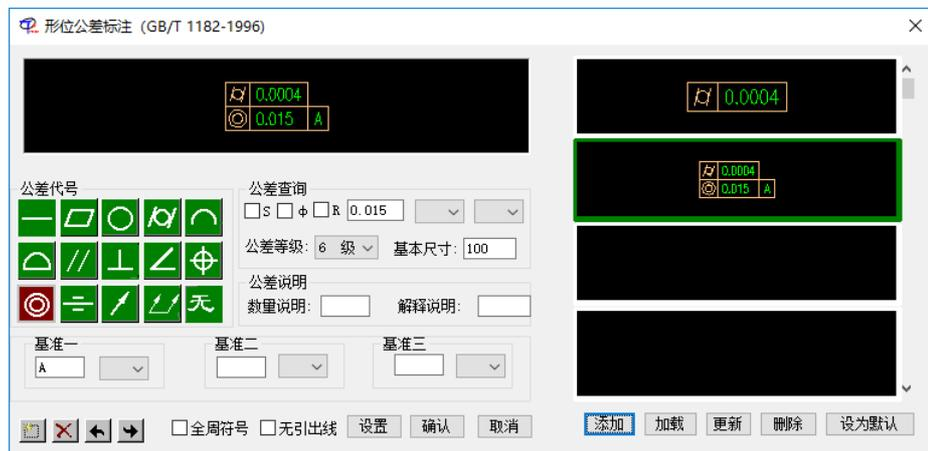

图 8-4
出现：对话框，如图 8-4
1. 确定要标注的形状公差或位置公差。点取图 8-4 所示对话框中的“形位符号”按钮，如图 8-5。直接点取要标注的符号。
输入： 点取图 8-4 中的  按钮，则切换到作图屏幕。